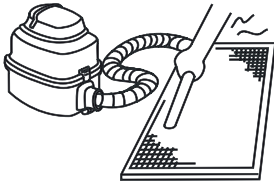

Fig. 6-8
- a. Partea de intrare a aerului trebuie să fie orientată în sus dacă utilizați un aspirator. (A se vedea Fig. 6-8).